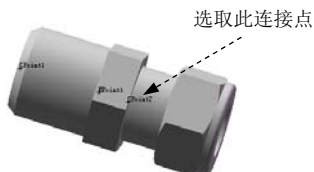

图 11.6.13 定义连接点
Step2. 定义连接点。选取图 11.6.13 所示的“CPoint2”并右击，在弹出的快捷菜单中选择 **开始步路** 命令，系统弹出“线路属性”对话框；在 **管筒(T)** 区域中单击“浏览”按钮…，选择 routing\tubing\tubes\tube-ss.sldprt 文件；在 **基本配置(C):** 下拉列表中选择 **Tube .500in OD X .010in Wall** 选项；其他线路属性配置采用默认设置值，单击对话框中的  按钮，完成线路属性的定义。